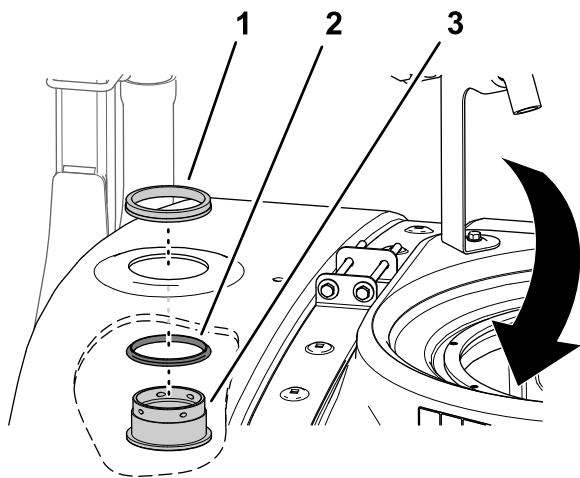

Figura 28
- Instale la junta sobre el pasamuros (Figura 28).
- Instale el pasamuros y la junta a través del orificio que abrió en Perforación del depósito \(página 17\), desde el interior del depósito (Figura 28).
- Sujete el conector estanco al depósito con el anillo de bloqueo (Figura 28).